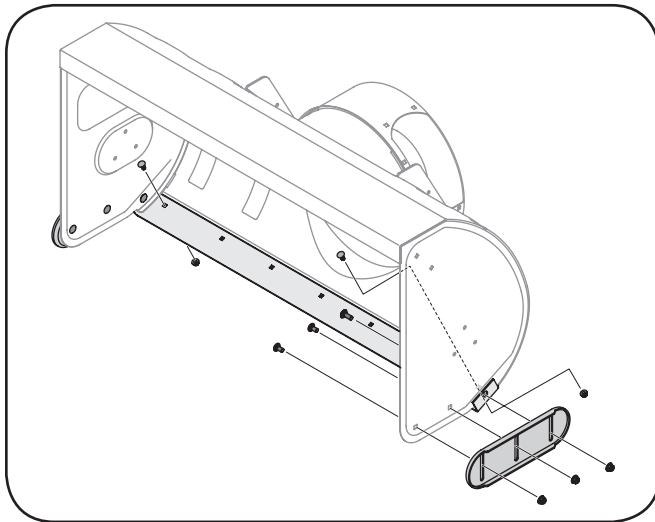

Figura 6-3
- Retire las tuercas hexagonales y los pernos del carro que ajustan la placa de raspado a la base de la caja. Vea la Figura 6-3.